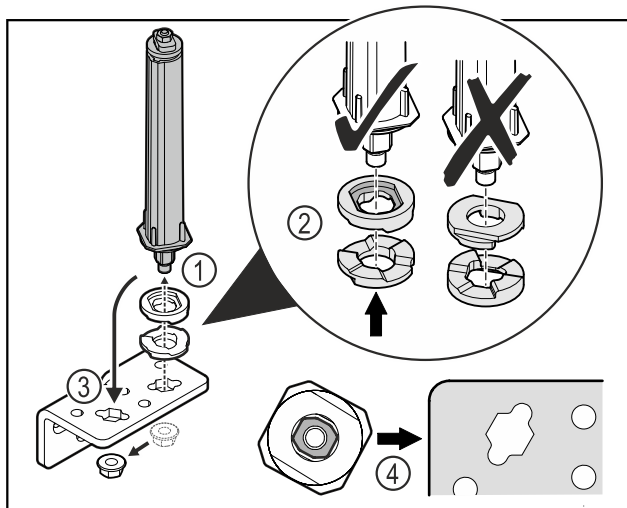

Fig. 51
- ▶ Развийте гайката и свалете затварящата система на вратата Fig. 51 (1).
- ▶ Обърнете внимание на правилното подравняване на шайбите за регулиране на височината Fig. 51 (2).
- ▶ Преместете затварящата система на вратата в ъгъла на пантата и я фиксирайте с гайката Fig. 51 (3).
- ▶ При поставяне се уверете, че затварящата система на вратата е правилно подравнена Fig. 51 (4).